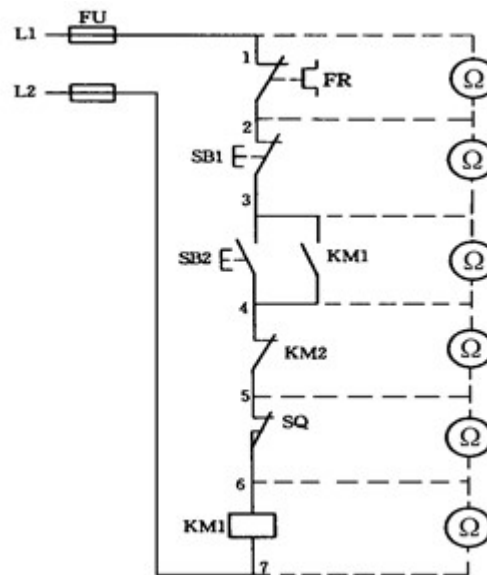

Figura 4.2.5 Medida seccional de resistencia
b. Método de medición por secciones El método de medición de la resistencia por tramos se muestra en la Figura 4.2.5.